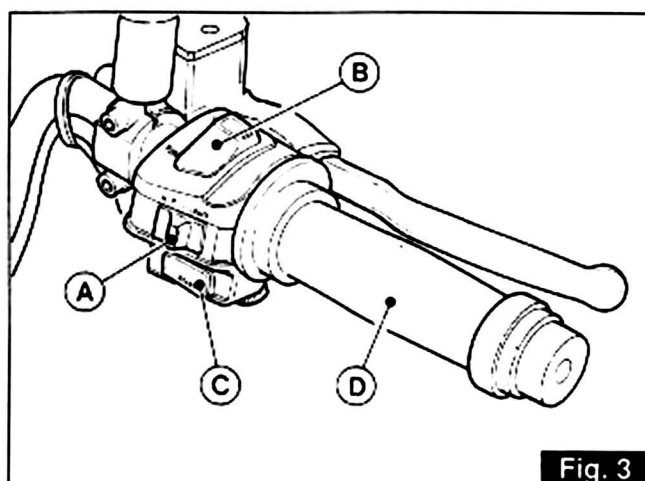

Fig. 3
**Interruttore «A» (lights) (fig. 3)**
Con l'interruttore «A» (lights) di fig. 3 in posizione «H».
**Position «B»** vehicle stopped. With the switch «A» (fig. 3) in position «P» the parking lights are on and the key can be removed.
**Switch «A» (lights) (fig. 3)**
With switch «A» (lights) of fig. 3 in position «H».
### **Pulsante avviamento ed interruttore di fermo motore (fig. 3)**
### **Manopola comando gas («D» di fig. 3)**
### **Starter button and engine stop switch (fig. 3)**
### **Throttle twist grip («D» in fig. 3)**